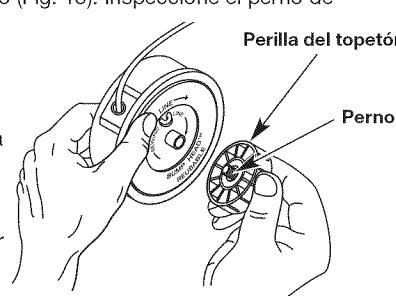

Fig. 13
1. Sostenga la bobina exterior con una mano y desenrosque la perilla del topetón en sentido antihorario (Fig. 13). Inspeccione el perno de adentro de la perilla percusiva para verificar que se mueva con libertad. Cambie la perilla percusiva si está dañada.
- Sostenga la bobina exterior con una mano y desenrosque la perilla percusiva en sentido antihorario (Fig. 13). Inspeccione el perno dentro del botón de tope para verificar que se mueva con libertad. Cambie el botón de tope si está dañado.